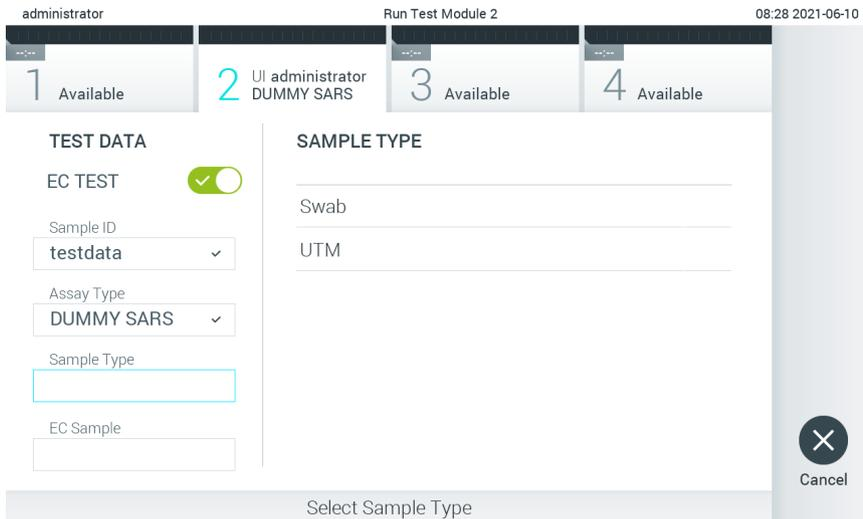

Figura 91. Selección de un tipo de muestra.
5. Si es necesario, seleccione el tipo de muestra adecuado de la lista (figura 91).